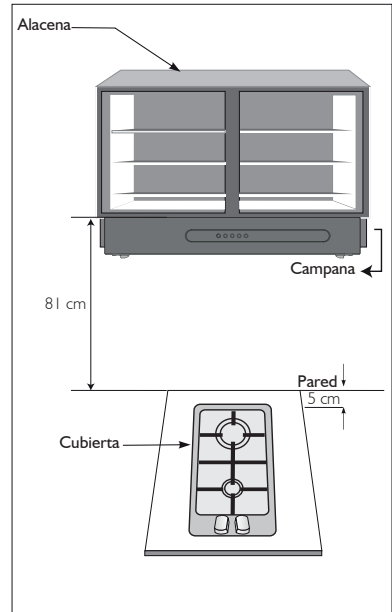

Figura 14
- Igualmente se debe cuidar que la distancia entre los gabinetes que soportan la campana purificadora de aire y la mesa de la cubierta no sea inferior a los 81 cm (Ver figura 14).
En la caja de control de energía eléctrica de la casa, identifique los breakers que controlan el producto, márquelos con el nombre del producto (Ver figura 14).